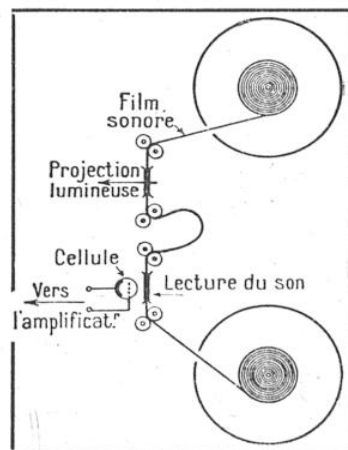
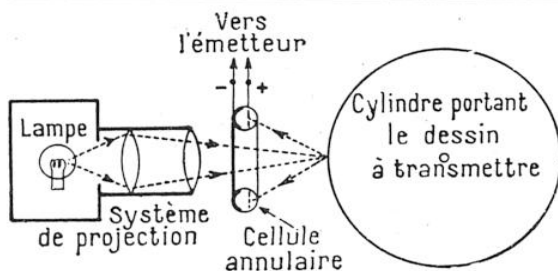

FIG. 7. — FONCTIONNEMENT D'UN APPAREIL DE PROJECTION D'UN FILM SONORE
FIG. 9. — SCHÉMA DE PRINCIPE DE LA TRANSMISSION DES IMAGES A DISTANCE
sion — où la couche sensible doit recevoir le plus grand flux lumineux possible — jusqu'aux cellules naines pour le cinéma parlant, dont certaines n'ont pas plus de 1 centimètre de diamètre. On peut encore citer l'iconoscope de Zvorykine (1) où, sur une surface de 130 cm² se trouvent assemblées plus de 150.000 cellules élémentaires. La figure 9 montre le schéma d'utilisation d'une cellule percée d'un trou central, ce qui lui donne la forme d'un anneau, employée pour la transmission des images à distance.
des cellules photoélectriques, il faut citer tout d'abord le film sonore, la transmission à distance des dessins et des photographies, et aussi la télévision, bien que cette dernière n'ait pas encore pris jusqu'à présent une grande extension. Nous ne nous étendrons pas ici sur les solutions qu'ont reçues ces trois problèmes ; leur intérêt est si grand qu'ils mériteraient chacun une étude spéciale. *La Science et la Vie* n'a pas manqué, d'ailleurs, de tenir ses lecteurs au courant des progrès successifs acquis dans ces différents domaines (1). Nous nous bornons à reproduire ici (fig. 7) le schéma d'un appareil de projection d'un film sonore. La figure 9 montre, d'autre part, comment s'opère l'exploration d'une image à transmettre par téléphotographie.